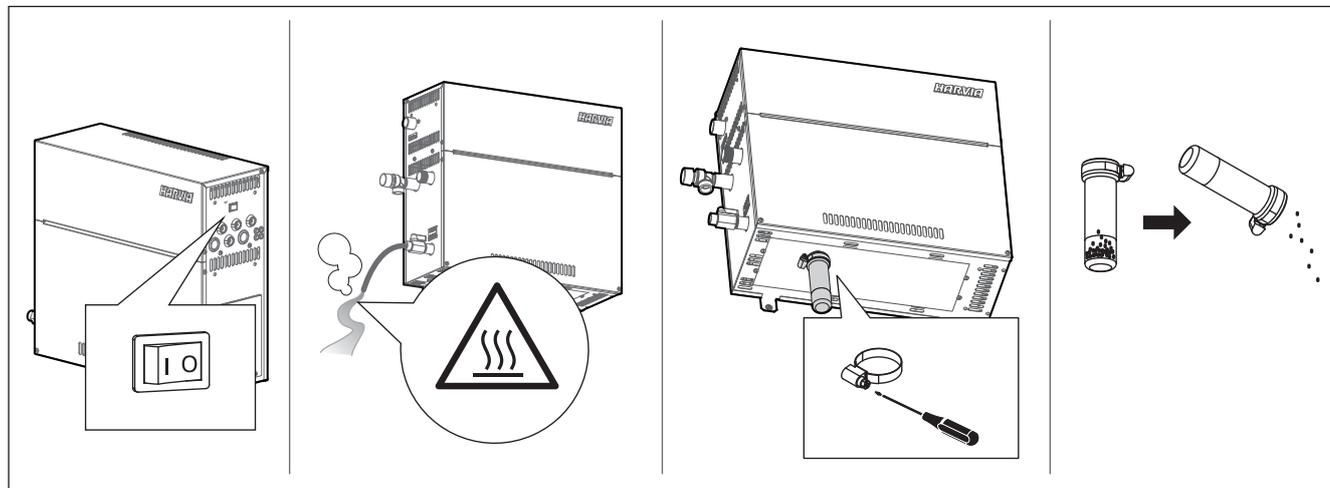

Рисунок 2. Ополорожнение отстойника
2. Приведите сетевой выключатель парогенератора в положение ВЫКЛ. (рисунок 2).
3. Выключите парогенератор при помощи главного выключателя, находящегося под парогенератором (см. рисунок 2).